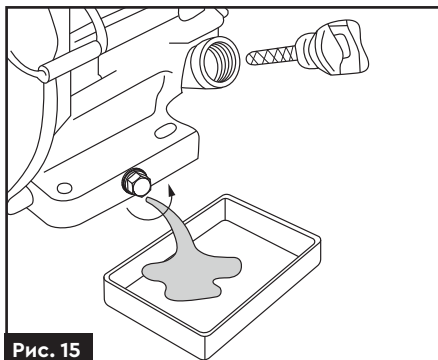

Рис. 15
- › після обкатки обов'язково замініть оливу в двигуні. Для заміни оливи – відкрутіть корок, який розташований у нижній частині картера ДВЗ (**рис. 15**). Оливу найкраще зливати, поки двигун ще не охолонув після роботи, в цьому разі олива зіллється швидко. Після заміни оливи перевірте рівень оливи та, за необхідності, долийте оливу.